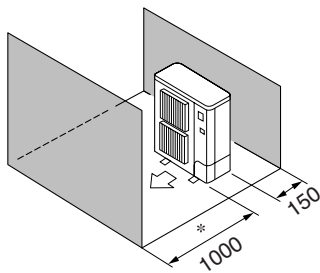

Fig. 2-6
- ⑤ Obstáculos apenas na parte da frente e de trás (Fig. 2-6)